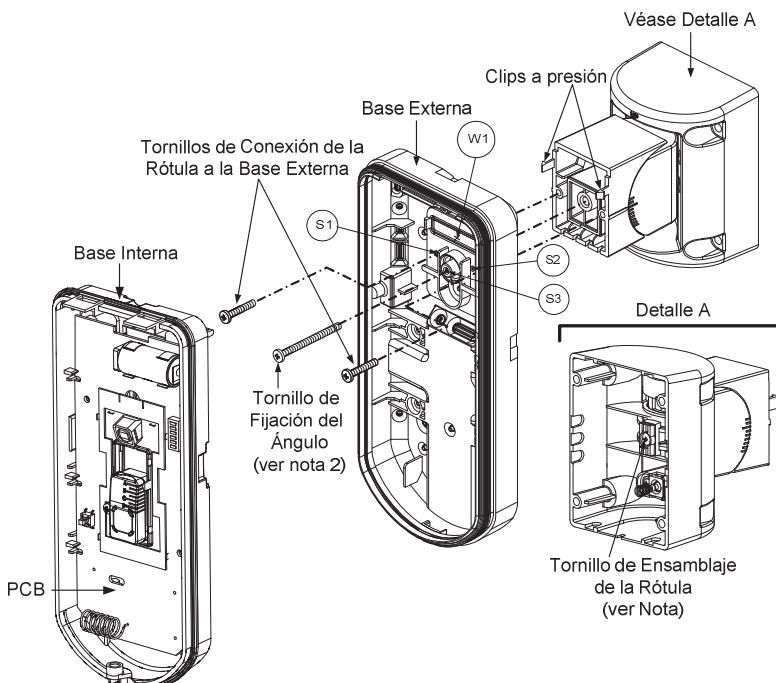

Figura 9
- Unir la base externa a la rótula usando los clips a presión de sujeción (Figura 9).
No aflojar ni apretar el Tornillo de Ensamblaje de la Rótula (Figura 9, Detalle A) ya que se utiliza únicamente para unir las piezas de la rótula (viene atornillado de fábrica).
- Fijar la base externa a la rótula con 2 tornillos sujetos a través de los agujeros pre-marcados S1 y S2 (Figura 9).
- Insertar el tornillo suministrado para la fijación del ángulo, haciéndolo pasar a través del agujero pre-marcado S3 en la base externa hasta unirlo con la rótula estandar (Figura 9).
Cuando las marcas de las dos partes móviles de la rótula están alineadas (Figura 9), la Rótula Estándar está en la posición 0°. Cada "clic" vertical desde esta posición representa un incremento o decremento de 5°.